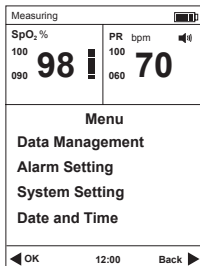

Fig.3.1
1) Appuyer sur le commutateur d'alimentation pendant 3 secondes pour allumer l'oxymètre et appuyer ensuite sur le bouton du menu principal, se référer à la Fig.3.1.